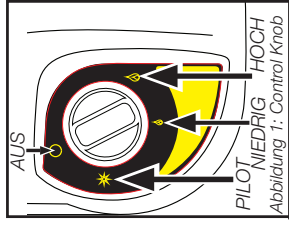
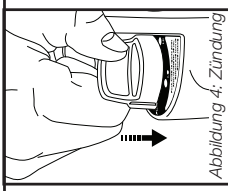

Abbildung 1: Control-Knob
Abbildung 4: Zündung
- Vergewissern Sie sich, dass der  Bedienungsknopf in der „AUS“-Position ist; siehe Abbildung 1.
- Den Schalter entgegen dem Uhrzeigersinn auf die „PILOT“-Position  drehen und zum Anzünden herunterdrücken; siehe Abbildung 1 und Abbildung 4.
- Nachdem die Brennnfließe hell orange ist, die Heizleistung mit dem Kontrollschalter auf die gewünschte Position („NIEDRIG“  oder „HOCH“  einstellen). Abbildung 1.